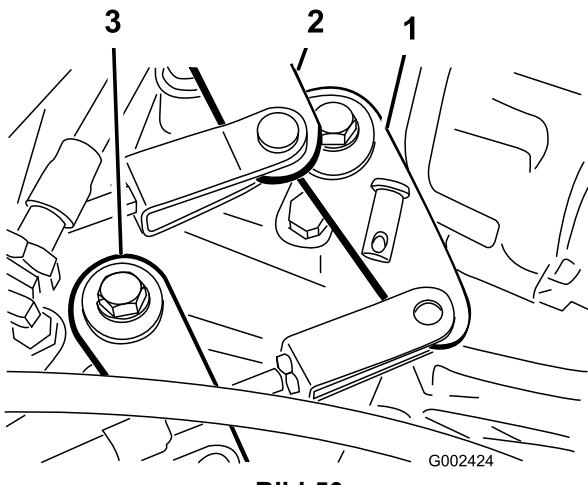

Bild 50
2. Nehmen Sie die Lastösenbolzen ab, mit denen die Schaltzüge an den Getriebeschalthebeln befestigt sind (Bild 50).